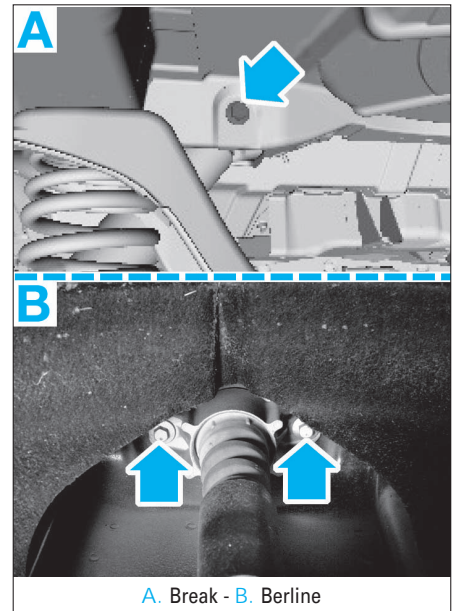

FIG. 12
- les vis de fixation supérieure de l'amortisseur (Fig.12) et le dégager.